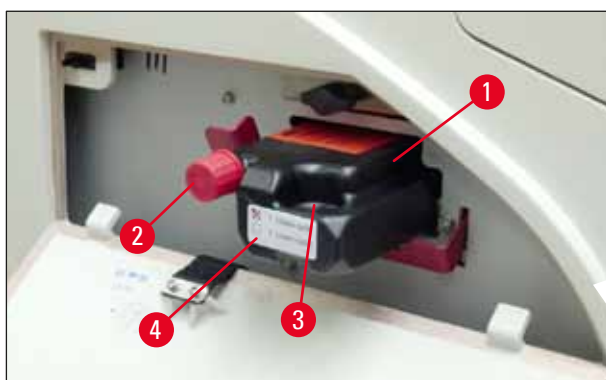

Fig. 57
3. Ta bort skyddsplatsen och sätt in patronen tills den är ungefär halvvägs in i patronhållaren (→ "Fig. 57").